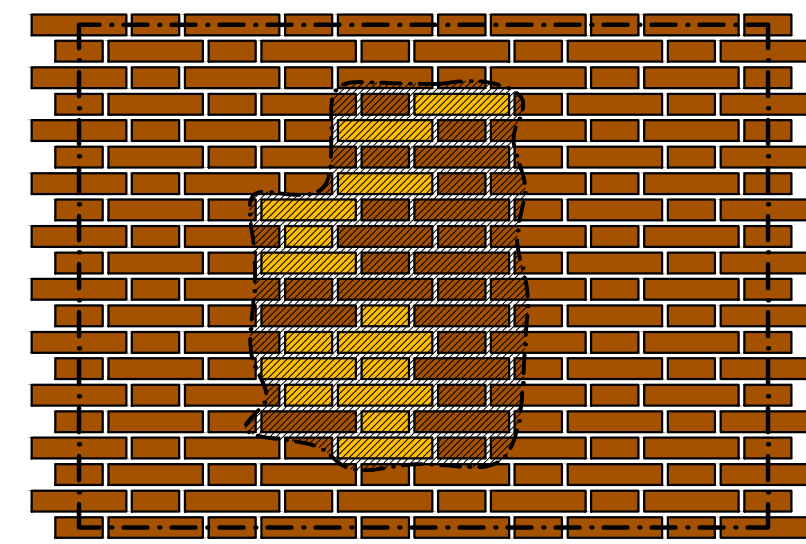

FIGURA 2
- RIMOZIONE DEGLI ELEMENTI MAGGIORMENTE DANNEGGIATI (FIGURA 2);
- PULITURA SUPERFICIALE DA ESEGUIRSI CON SPRAY DI ACQUA A BASSA PRESSIONE E BAGNATURA FINO ALLA SATURAZIONE DELLA MURATURA (FIGURA 2);